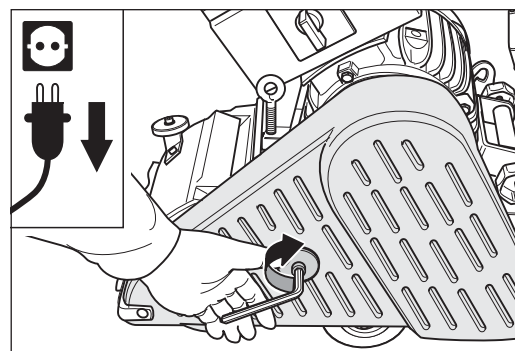

Abb. 100 Den Riemenschutz schließen.
- 8 Schließen Sie den Riemenschutz (Abb. 100).